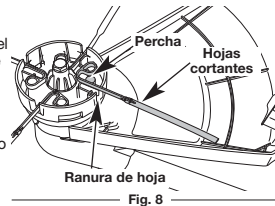

Fig. 8
- Repita los pasos 4 al 6 hasta que las 4 cuchillas estén colocadas. (Fig. 8)
- Gire el cabezal de corte y sujete una sola cuchilla cerca del cabezal de corte y muévela hacia arriba y abajo hasta que la cuchilla se afloje. (Fig. 8)
- Agarre la cuchilla nueva de manera que el lazo del extremo mire hacia el lado contrario y hacia la derecha. (Fig. 8)
- Coloque el lazo en la clavija y ajústelo de manera que se acomode a la ranura de la cabeza de corte. (Fig. 8)